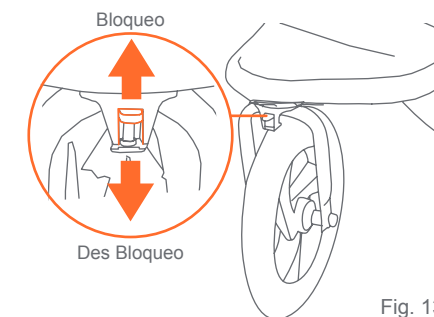

Fig. 13
- 13)** • La rueda delantera están equipadas con un mecanismo de bloqueo de giro. Empuje la palanca rueda hacia arriba para enganchar el pestillo y empuje hacia abajo para desenganchar el mecanismo de bloqueo (Fig. 13).